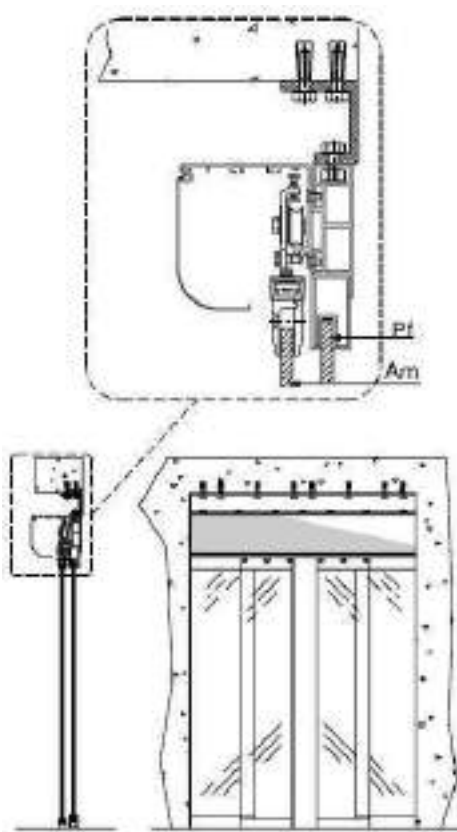

рис. 5
6.2. Крепление к потолку (с помощью профиля рис. 5)
Если крепить короб LINEA к потолку, необходимо предусмотреть прочный кронштейн, крепящийся к потолку (рис. 5), который обеспечит надежное крепление профиля NTS. Этот тип установки применяется, в частности, при створках без обрамления, т.е. не несущих. Расстояние между коробом и потолком д.б. не менее 70 мм, чтобы иметь возможность откинуть крышку короба.